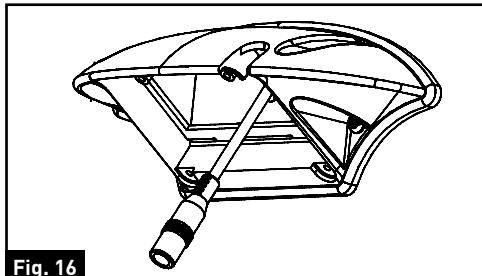

Fig. 16
- Retirez le câble d'alimentation de la caméra en laissant environ 2 po de mou. [Fig. 16]